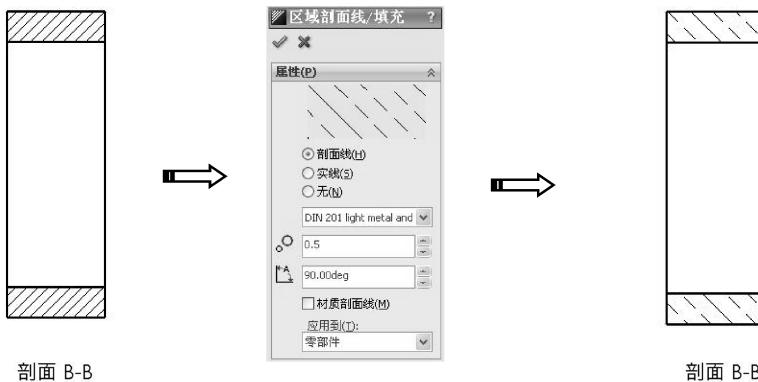

图 10-41 修改剖面线
- 04 单击【确定】按钮 $\checkmark$ ，完成剖面线的修改，如图 10-41 所示。